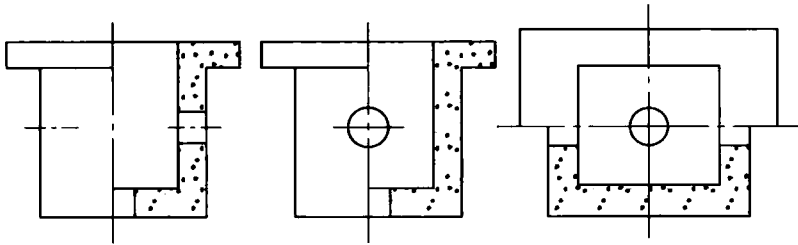

图 1-10 半剖面图
2) 半剖面图。当物体的投影图和剖面图都是对称图形时, 采用半剖的表示方法, 如图 1-10 所示, 图中投影图与剖面图各占一半。